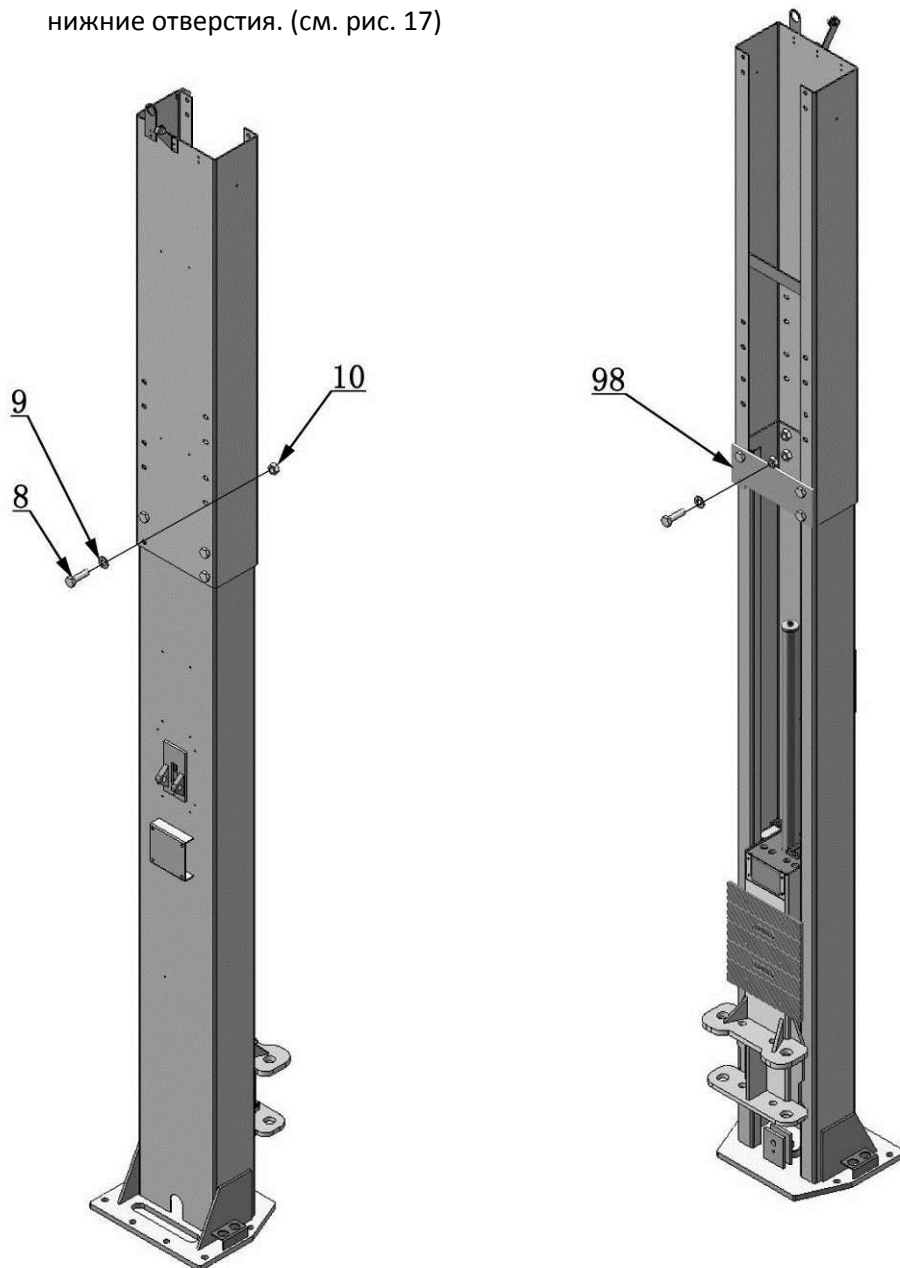

Рис.17
1. При установке крепежа на высоту большую 4500мм, закрепите внешнюю колонну на нижние отверстия. (см. рис. 17)